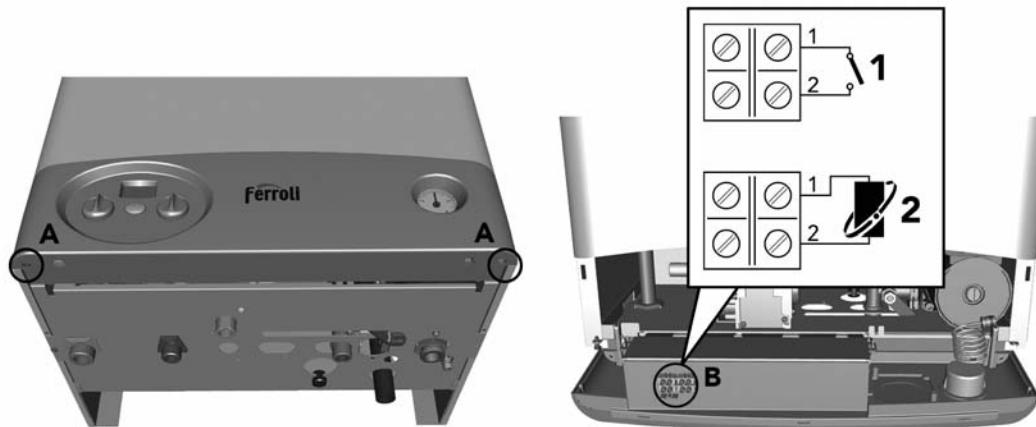

fig. 8 - Доступ до коробки з затисками
Щоб дістатися до коробки з затисками, у якій приєднується кімнатний термостат дет. 1 fig. 8 або дистанційний програмувальний хроностат дет. 2 fig. 8, виконайте наступні операції:
1. Вигвинтіть два гвинта "A" (fig. 8)
3. Поверніть панель приладів (fig. 8)
Тепер можна дістатися до коробки затисків "B" (fig. 8)